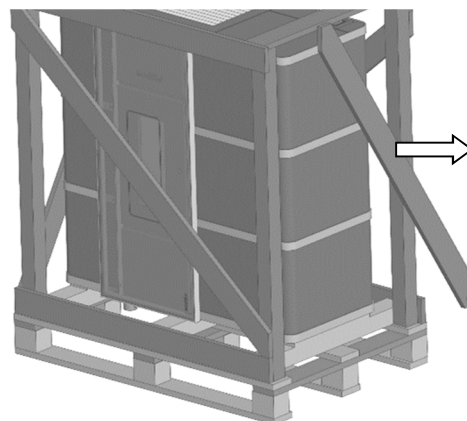

Fig. 4 : retirer la latte diagonale
3. Démonter et retirer la latte diagonale sur un côté (Fig. 4).